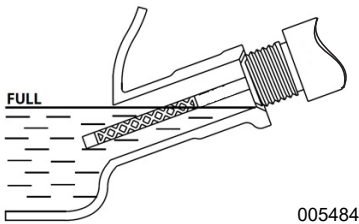

Figure 2-8. Plage de fonctionnement sûr
- Pour vérifier le niveau d'huile, retirez l'entonnoir et insérez la jauge dans le goulot de remplissage d'huile. Voir Figure 2-8.